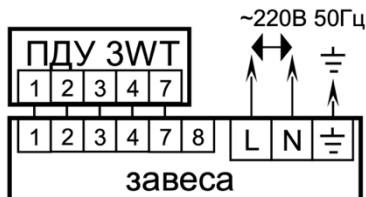

Рис. 3. Схемы подключения завес к электросети и пульту управления
5. Подключить сетевой кабель и кабель пульта управления согласно маркировке на клеммных колодках (см. схему подключения завесы к электросети и пульту на рис. 3.)